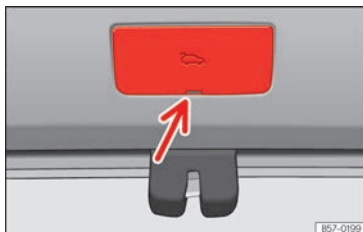

Abb. 60 Ausschnitt Gepäckraum: Zugang zur Notentriegelung
- Hebeln Sie die Abdeckung mithilfe des Schlüsselbarts ab >>> **(Abb. 60)**.